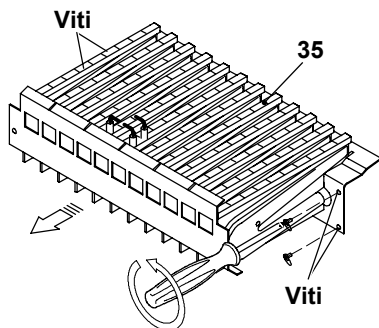

Figura 8.1
- Togliere il pannello anteriore della camera di combustione ed il bruciatore 35i n Figura 8.1.
Attenzione per rimontare eseguire le operazioni effettuate in senso inverso, stando attenti a non rovinare la guarnizione OR del tubo gas quando si inserisce il tubo nell'aerotech ed eseguire la prova di tenuta gas dopo aver stretto il girello del tubo gas (Figura 8.1).